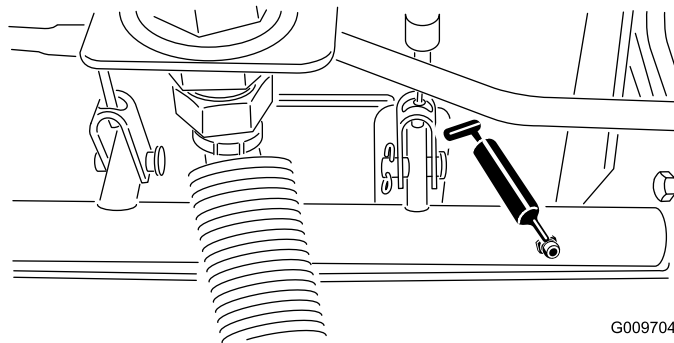

Figura 43
- Cuscinetti orientabili dell'albero del freno (5) come illustrato nella Figura 43